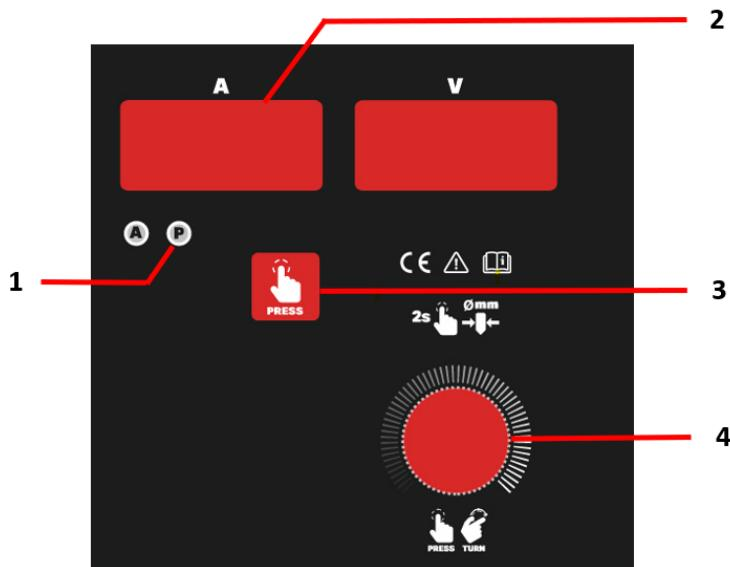

Fig. 7 – Memorias de soldadura
- ajustar los parámetros y pulsar tecla (Fig.7 – 3) hasta el LED P (Fig.7 – 1) encender. Después pulsar el botón de selección/ajuste de parámetros durante 2 segundos hasta la pantalla digital muestre P1. Siguiente, girar el botón de selección/ajuste de parámetros (Fig.7 – 4) para el número de memoria deseado. Por último, pulsar el botón de selección/ajuste de parámetros hasta que la pantalla digital muestre MEM.
- Pulsar tecla (Fig.7 – 3) hasta el LED P (Fig.7 – 1) encender. Seguidamente, girar el botón de selección/ajuste de parámetros (Fig.7 – 4) para el número de memoria deseado. Espere 2 segundos y su memoria está disponible.